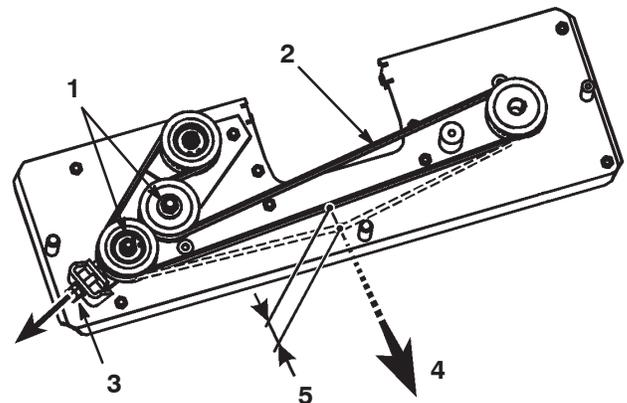

Bild 37
- Lösen Sie die zwei Sechskantmutter auf der Antriebsscheibe (Bild 37).
- Stellen Sie die M10-Mutter so ein, dass sich der Riemen 5 mm mit einer Spannung von 30 N bewegt (Bild 37).